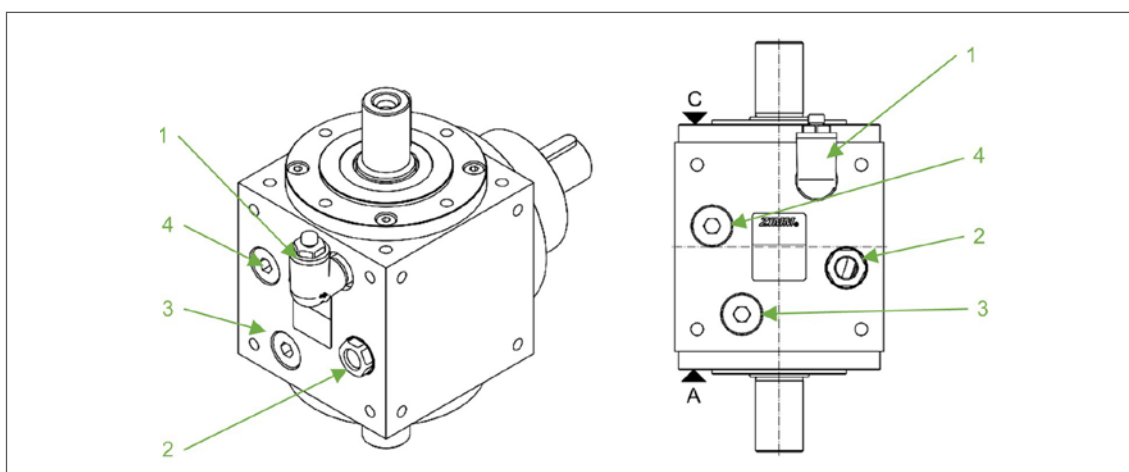

Fig. 6: Esempio di posizione di sfiato e spia olio
- 2. Allentare il tappo di chiusura situato nella posizione «spia olio» (fig. 6).